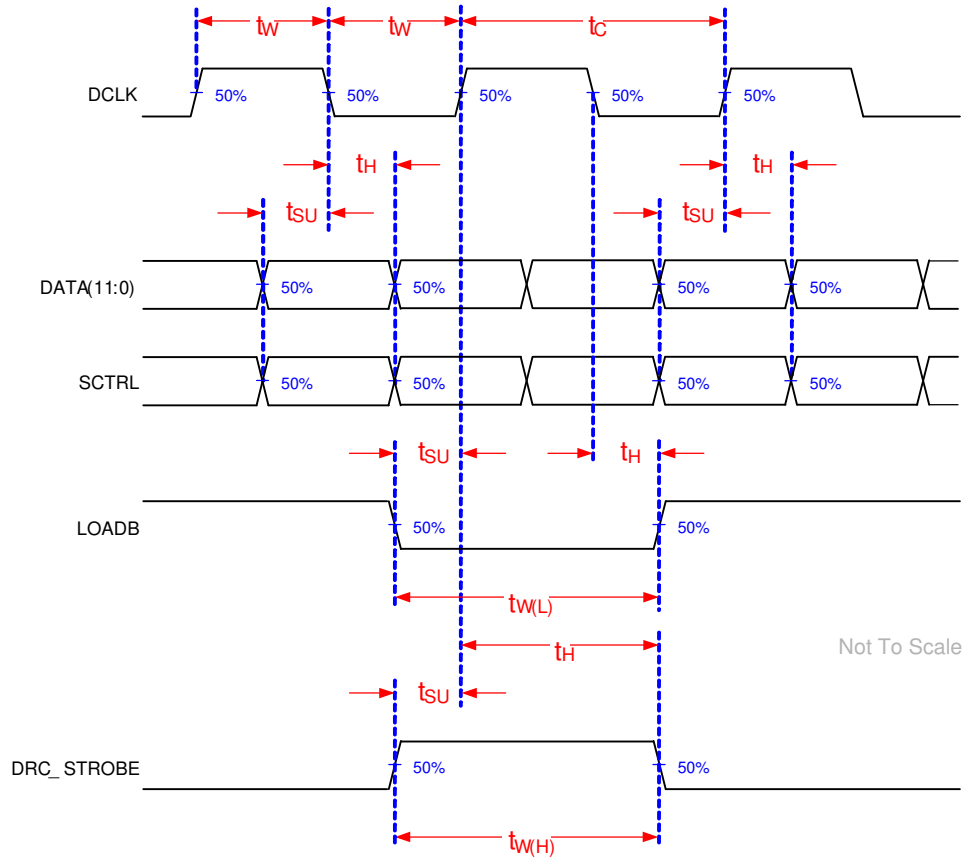
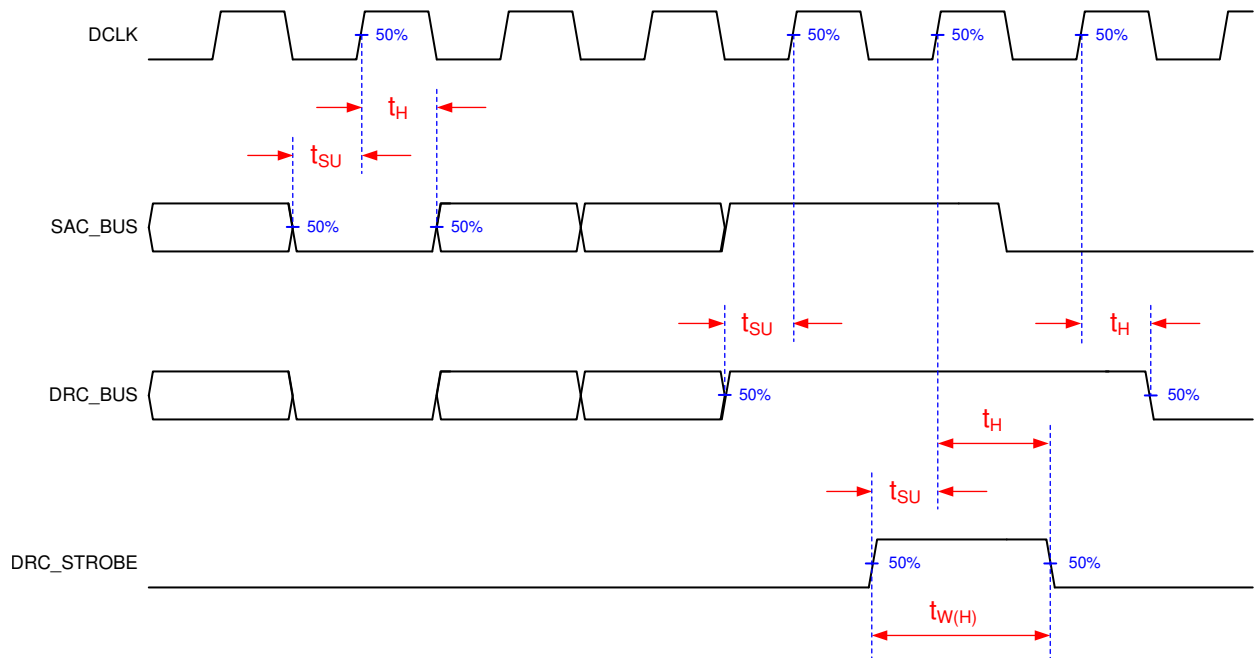

图 6-2. Switching Parameters 1
图 6-3. Switching Parameters 2
- (1) Refer to 图 6-2 and 图 6-3.